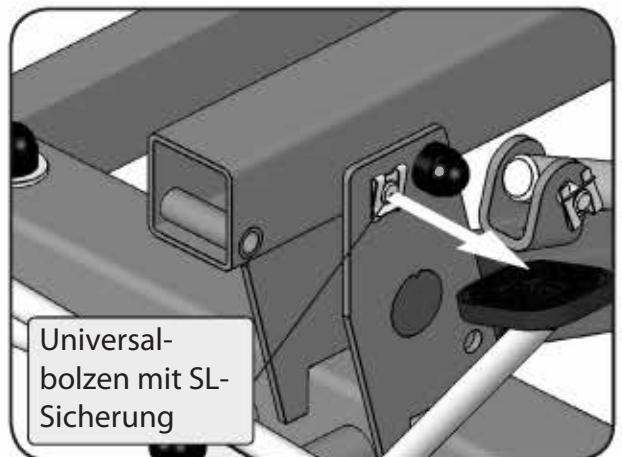

Abbildung 63
4. Arretieren Sie den Standmast abschließend mit dem Bolzen und der SL-Sicherung an der Standmastaufnahme (Abbildung 63).